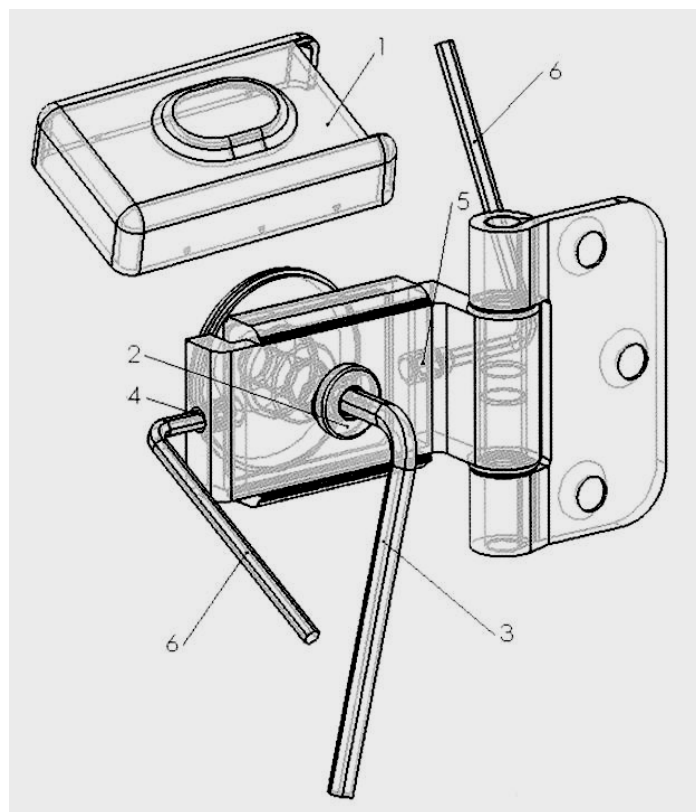

Рисунок 5
- Отверните винт, крепящий стекло, (2) при помощи шестигранного ключа (3) на один полный оборот (Рисунок 5)